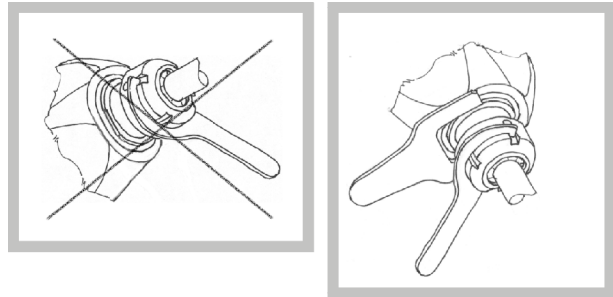

Bild 21
- Legen Sie das notwendige Werkzeug mit dem Zylinderschaft in die Spannzange ein und ziehen Sie die Spannmutter mit zwei Schlüsseln fest, die in dem Zubehör geliefert sind. Die Spannmutter wird mit dem Spezialschlüssel festgezogen und die Spindel mit dem Einmaulschlüssel gleichzeitig gehalten – Bild 21.